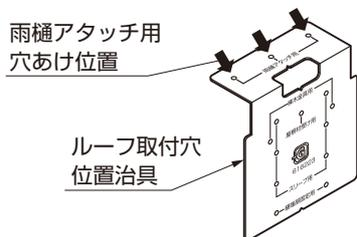

図11-26
- ①ルーフ取付位置治具を樋にあてて、ポンチ等でケガキ、ドリルで水抜き穴φ36と雨樋アタッチメント取付穴φ3.5をあけてください。（図11-26、11-27、11-28参照）